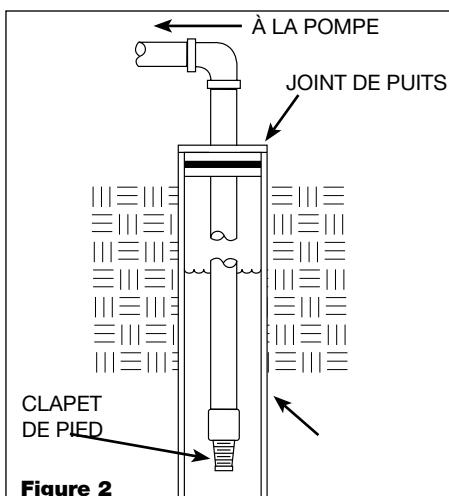

Figure 2
1. Installer un clapet de pied sur la première section de tuyau (Voir Figure 2).